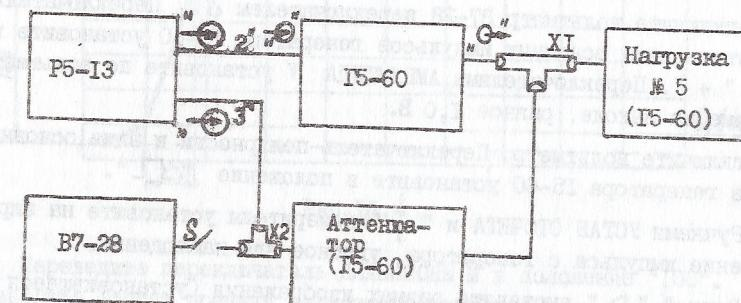

Рис.15
13.3.3.6. Определение погрешности калибровки вертикального тракта производится с помощью генератора Г5-60 и цифрового вольтметра по схеме, приведенной на рис.15. Подсоединение вольтметра, аттенюатора и нагрузки производится с помощью переключателя S и коаксиальных тройников XI, X2.